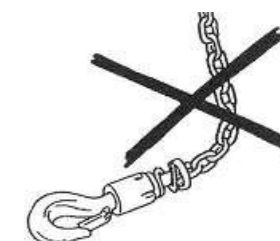

fig.148
**In posizione di finecorsa di discesa la catena non deve toccare il pavimento altrimenti bisogna riposizionare il fermo di discesa per recuperare l'eccedenza.** (fig.148)